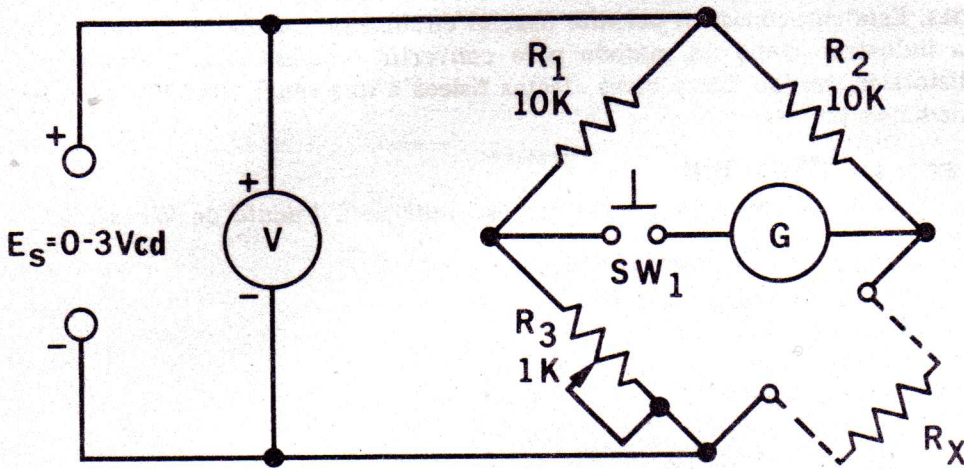

Fig. 20-1
3. Conecte el circuito de puente como se muestra en el esquema de la Fig. 20-1. Inicialmente, ajuste la tensión a un volt. El interruptor de botón SW_1 actúa como dispositivo protector del galvanómetro, conectando el instrumento sólo momentáneamente durante el equilibrio.
3. Suponga los valores siguientes de un puente en balance cero. Consulte la Fig. 20-1.